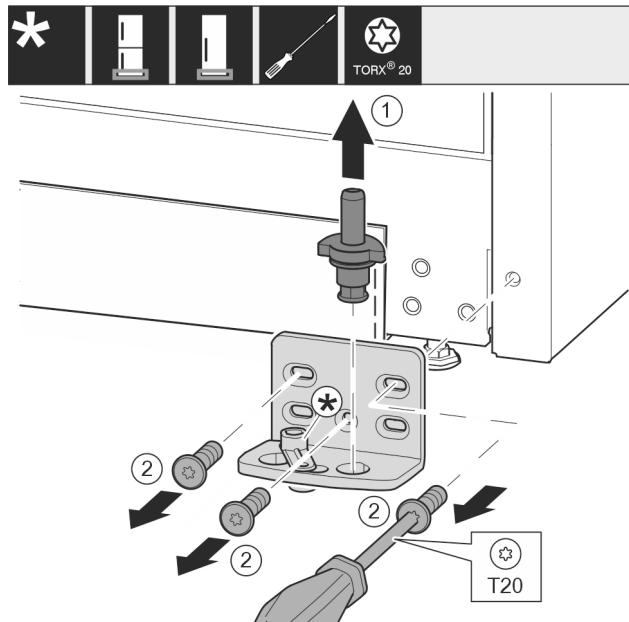

Fig. 11
- Ležajni sornik Fig. 11 (1) v celoti izvlecite v smeri navzgor.
- Odvijte vijke Fig. 11 (2) z izvijačem in snemite ležajni podstavek.